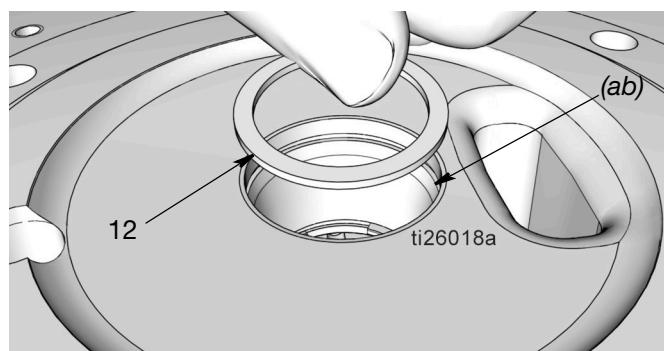

FIG. 31
- b. S'assurer que l'anneau de retenue (51) est toujours en place dans la base de la pompe (1).
- c. Mettre l'entretoise (12) comme montrée sur la FIG. 31.